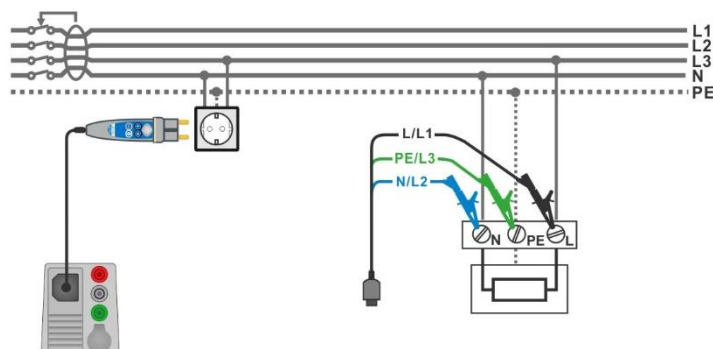

Abbildung 7.33: Anschluss des Commander-Prüfsteckers und die Dreileiter-Prüfleitung
- › Schließen Sie den 3-Leiter Prüfadapter oder den Commander Prüfstecker am Prüfling an, siehe **Abbildung 7.33**.
<ul style="list-style-type: none"> <li>Wählen Sie die Funktion RCD Auto.</li> <li>Stellen Sie die Prüfparameter / Grenzwerte ein.</li> <li>Schließen Sie die Prüfleitungen am Messgerät an.</li> <li>Schließen Sie den 3-Leiter Prüfadapter oder den Commander Prüfstecker am Prüfling an, siehe Abbildung 7.33.</li> <li>Starten Sie die Messung.</li> </ul>	Beginn der Prüfung